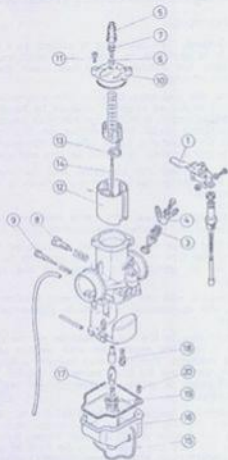

Fig. 11
**2. Limpieza del filtro de entrada de gasolina.** Por la parte derecha del carburador, desmontar el racord de entrada (3, fig. 11) usando una llave de 13 mm. Extraer el filtro y limpiar con gasolina y aire. Volver a montar y fijar al carburador.
**5. Cambio del surtidor principal.** El surtidor principal está situado dentro de la cuba del flotador. Para llegar a él, se debe desmontar el carburador de la motocicleta y luego la cuba del flotador fijada por un tensor (15, fig. 11). El surtidor aparece situado en posición central y fácilmente desmontable con llave de 8 mm. Véase el surtidor correspondiente en la página 60.